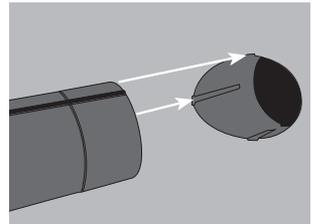

Figure 9
7. De l'intérieur de l'appareil, insérer l'adaptateur sac dans l'entrée d'air droite en s'assurant que les lignes sur l'adaptateur sac soient alignées avec les fentes dans l'entrée d'air (**figure 9**). À l'extérieur de l'appareil, l'adaptateur devrait dépasser l'entrée d'air d'environ 1,9 cm (3/4"). From the inside of the vacuum, insert the bag adaptor into the right air intake, making sure that the embossed lines on the adaptor are aligned with the slots in the air intake (**figure 9**). Outside the vacuum, the end of the adaptor should come out of the air intake about 3/4" (1.9 cm).